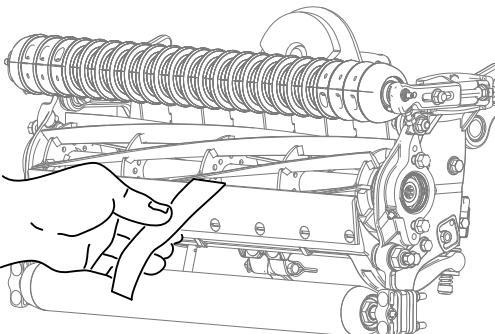

Figura 16
2. Verificate le prestazioni di taglio inserendo una lunga striscia di carta di verifica del taglio (n. cat. Toro 125-5610) tra il cilindro e la controllama, perpendicolarmente alla controllama (Figura 16). Ruotate lentamente il cilindro in avanti; questa operazione dovrebbe tagliare la carta.